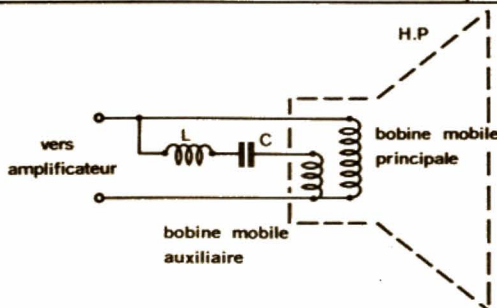

Fig. 13. — Principe de correction-shunt de l'effet nuisible, sur le rendement, de l'augmentation de l'impédance au voisinage de la résonance principale.
- un produit $B\ell$ aussi important que possible au-dessus de la fréquence de résonance (f_R), car la force contre-électromotrice proportionnelle à $B\ell$ diminue le rendement au voisinage de f_R , à moins d'user d'un artifice préconisé par M. Watkins, selon le schéma de la figure 13, où L et C sont des éléments réactifs extérieurs dont la résonance avec la bobine auxiliaire coïncide avec la résonance mécanique du haut-parleur.